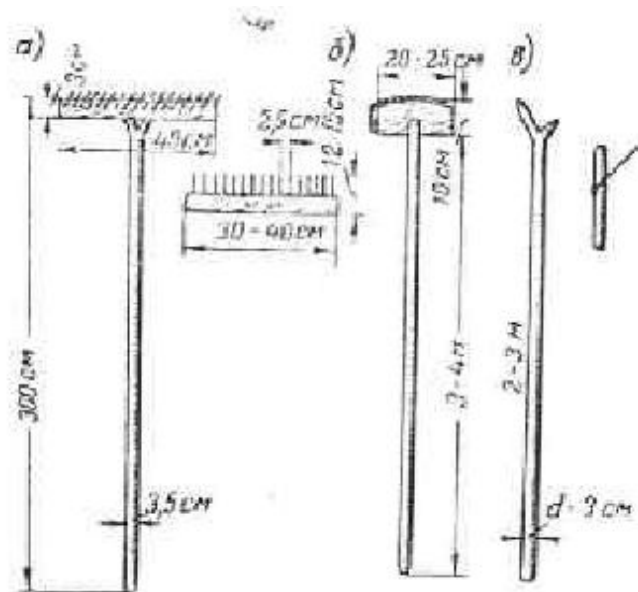

Рис. 3
- 4) грабли, или чесалка, длиной 2—3 м, у которых вместо деревянных зубьев вставлены гвозди длиной 12 - 15 см (рис. 3); эти грабли служат для расчесывания соломы в кровле; тыльной стороной грабель прихлопывают кровлю по сле прочесывания для уплотнения соломы;